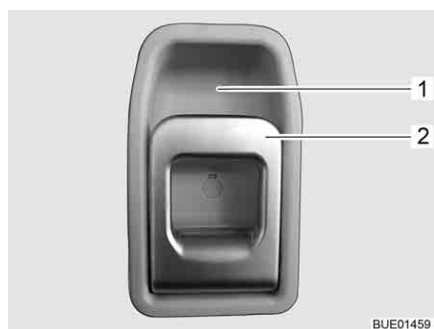

Fig. 58 Serratura della porta di ingresso, lato interno
- Tirare la maniglia (Fig. 58,2). La serratura della porta si sblocca.
- Premere la maniglia (Fig. 58,2) in alto verso l'impugnatura (Fig. 58,1).